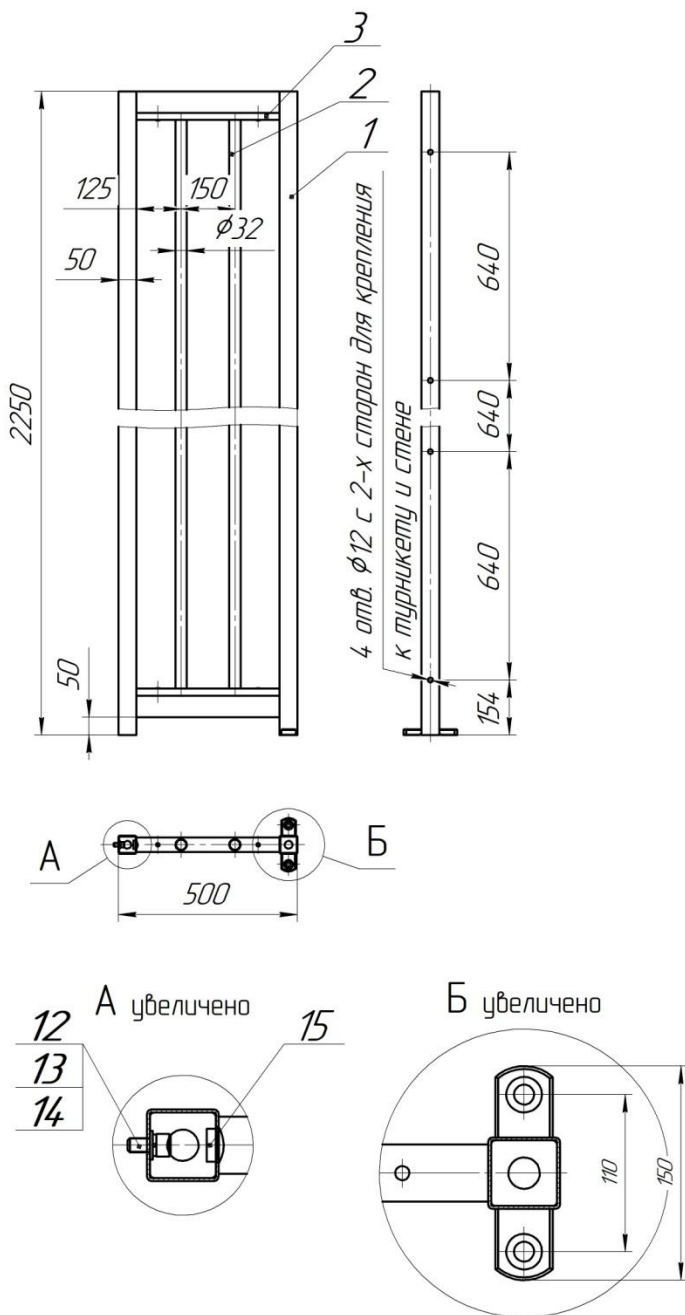

Рис. 1 Конструкция, габаритные и установочные размеры ограждения ОПР/500
Установочные размеры указаны на рис. 1÷6.
6.2.5. Установите ограждение на анкерные болты. Закрутите болты. Через отверстия в боковой стойке закрепите ограждение на турникете винтами **14** (см. рис. 1÷6) с шайбами **18, 21** из комплекта поставки. Затяните болты крепления ограждения и анкерные болты. В отверстия крепления ограждения к турникету установите декоративные заглушки **24**.